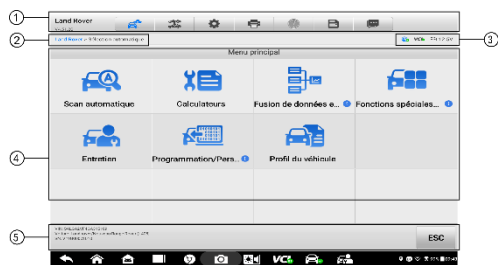

Figure 4-6 Écran du menu principal
1. Appuyez sur le bouton de l'application **Diagnostics** dans le menu des tâches MaxiSys. Choisissez les informations du véhicule correspondant et accédez à l'écran du menu principal (Figure 4-6).